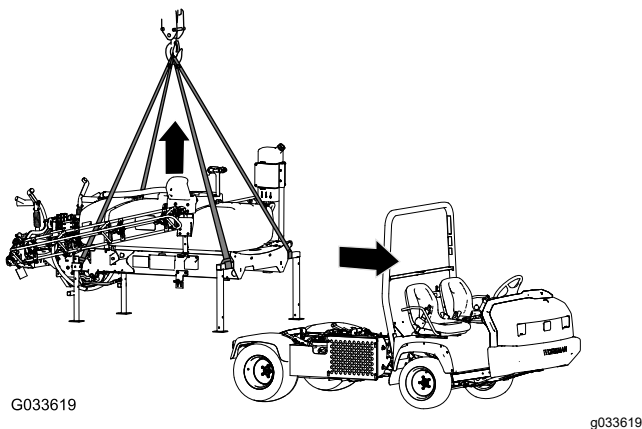

Bild 102
1. Senken Sie die Ausleger auf ca. 45° ab und schwenken Sie sie nach vorne (Bild 102).
5. Befestigen Sie die Hebevorrichtung an den horizontalen Rohren der vorderen Stützbocke und der vertikalen Strebe der hinteren Stützbocke (Bild 102).
7. Heben Sie das Behältergestell so weit an, dass das Gestell nicht die Maschine berührt (Bild 102).